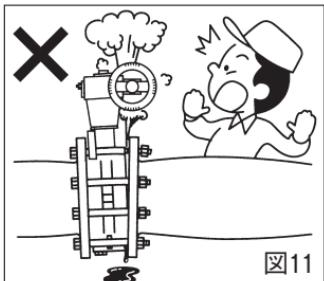

図11
- V. バルブ仕様以上の流体を流さないでください。モレ、破損等、事故の原因となります。(図11)